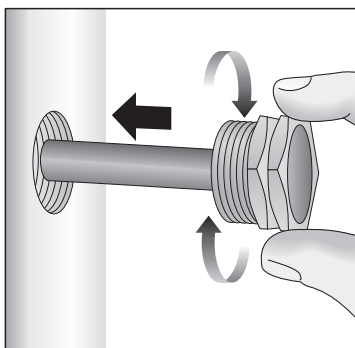
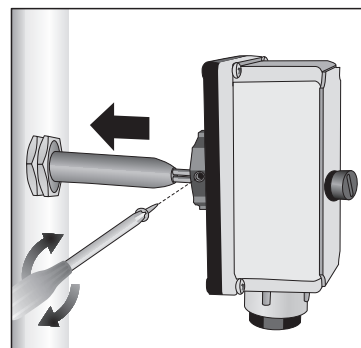

fig.3 - εικ.3
fig.4 - εικ.4
A) See fig.3 and fig.4
A) Voir fig.3 et fig.4